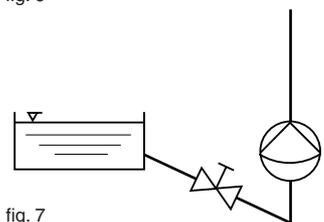

fig. 7
- ▶ Prévoir également, le cas échéant, une pose descendante et non montante pour le tuyau d'aspiration, afin d'éviter l'aspiration de bulles d'air (fig. 7) !